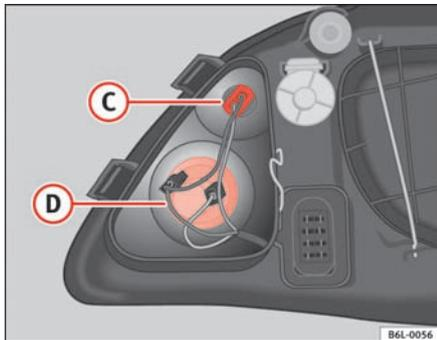

Fig. 155 Luz de población
- Tire de los cables para liberar el portalámparas de su alojamiento **C** ⇒ fig. 155.